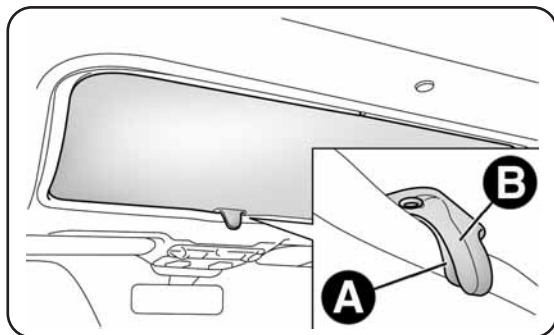

fig. 54
*Ouverture du store:* appuyer sur le bouton A-fig. 54 pour décrocher le store, saisir la poignée B et laisser le store s'enrouler vers l'arrière.